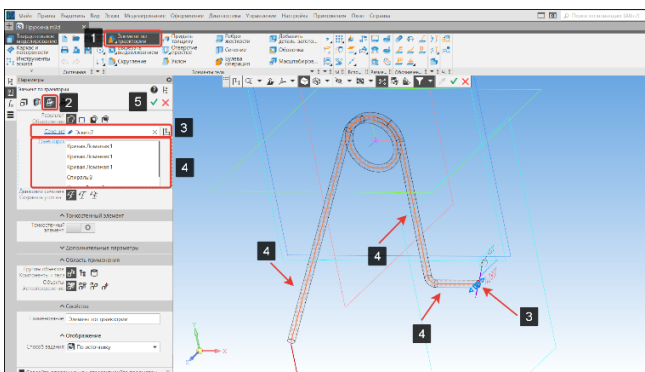

Рисунок 187 – Операция по траектории
- В панели Элементы тела выберем команду Элемент выдавливания (1) подоперация Элемент по траектории (2) (Рисунок 187);
- Укажем сечение (3) и последовательно выделим участки траектории (4) (Рисунок 187);
- В процессе построения появится фантом трехмерной модели, если он построен верно нажмем кнопку Создать объект (5) (Рисунок 187);